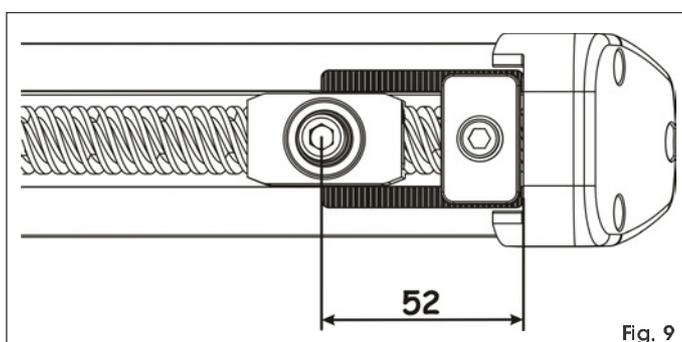
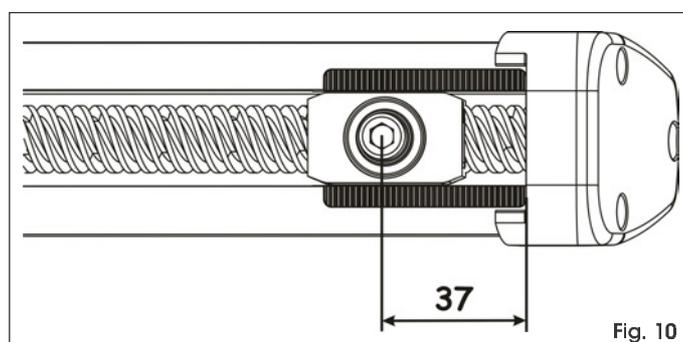

Fig. 9
Fig. 10
3. Verificare che l'attacco anteriore si trovi nella posizione indicata in Fig.9 (con l'arresto meccanico in chiusura) o in Fig.10 (senza l'arresto meccanico in chiusura). Nel caso questo non si verifichi per portare in posizione l'attacco è necessario alimentare momentaneamente l'operatore.